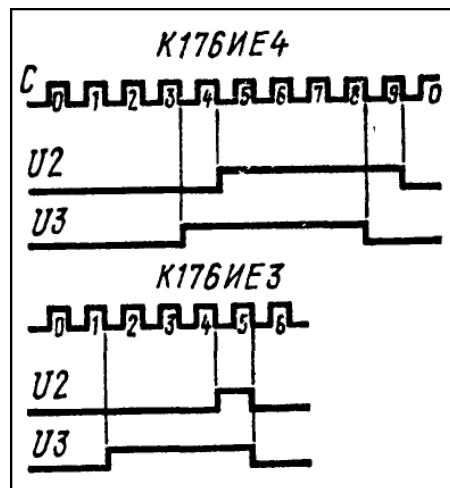
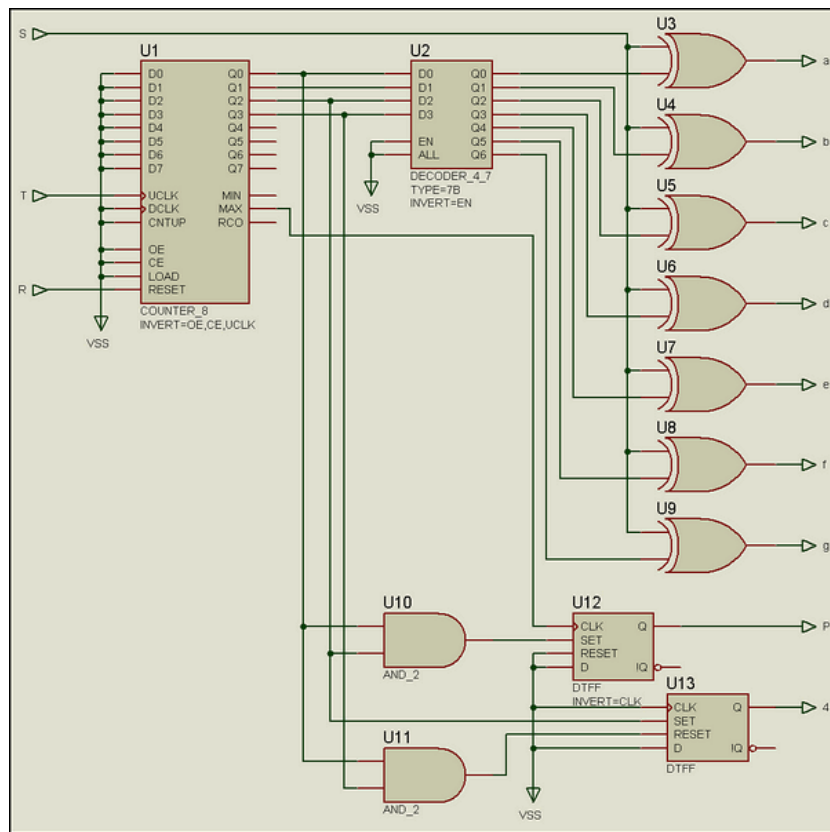

Рис. 101.
Рис. 104.
Обратите внимание, что вместо стандартного обозначения счетного вывода я применил к нему символ "Т". Протеус не приучен различать прописные и строчные буквы, а латинским символом "с" у нас уже обозначен третий выход на семисегментный индикатор. Поэтому пришлось пойти на такую замену. Порывшись в старых справочниках, в книге В. Л. Шило «Популярные цифровые микросхемы» М., Радио и связь, 1989 мне удалось найти временные диаграммы формирования сигналов на выходах Р и 4(2) этих микросхем. Диаграмма приведена на Рис. 101. Соответственно на ней U2 – выходной сигнал на выходе 2 (Р), а U3 – выходной сигнал на выходах 3 счетчиков.
Для лучшего восприятия диаграммы я включил в нее в виде семиразрядной шины сигнал на выходах **a...g**. В данном случае на входе **S** присутствует лог. 0 и код шины соответствует сигналам для индикатора с общим катодом. Все отличие от **4026** в инверсии сигналов на выходах **P** и **4**. Данный вариант модели имеет право на существование, и даже будет корректно работать, поскольку нужные перепады уровней с лог. 0 на лог. 1 после цифры 3 и с лог. 1 на лог. 0 после цифры 9 совпадают во времени с приведенными на диаграмме Рис. 101 сигналами для счетчика **K176ИЕ4**. Но вот длительности этих импульсов оставляют желать.... Попробуем с помощью дополнительных элементов устранить данное несоответствие. Я не стал сильно мудрить и посредством двух дополнительных элементов 2И и триггеров достиг желаемого (Рис. 104).